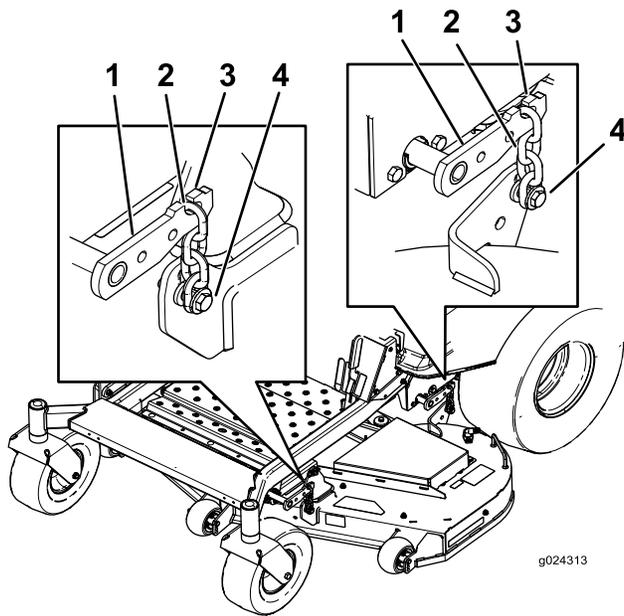

Bild 75
5. Lösen Sie die Einstellschrauben an allen vier Ecken, sodass das Mähwerk sicher auf allen vier Blöcken sitzt (Bild 75).
- Stellen Sie sicher, dass alle vier Ketten gespannt sind (Bild 75).
- Ziehen Sie die vier Einstellschrauben an (Bild 75).